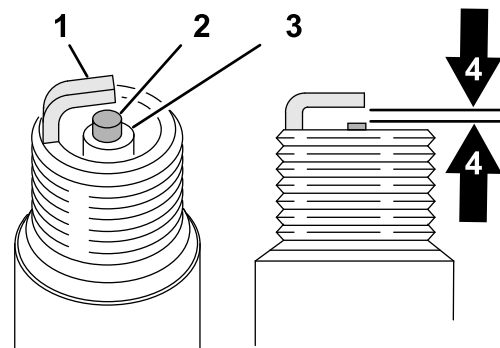

Bild 154
1. Sehen Sie sich die Mitte der Zündkerzen an (Bild 154). Wenn der Kerzenstein hellbraun oder grau ist, ist der Motor richtig eingestellt. Eine schwarze Schicht am Kerzenstein weist normalerweise auf einen schmutzigen Luftfilter hin.